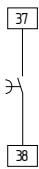

Fig. 6
**Sorties actives temporisées (voir Fig. 6)**